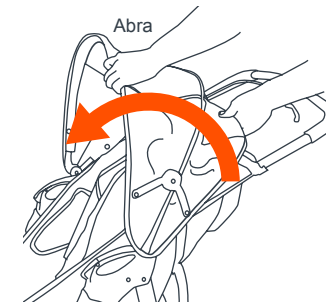

Fig. 8
- 8) • Para abrir la cubierta: empuje hacia delante el borde delantero. Empuje hacia abajo los tensores para fijarla (Fig. 8).